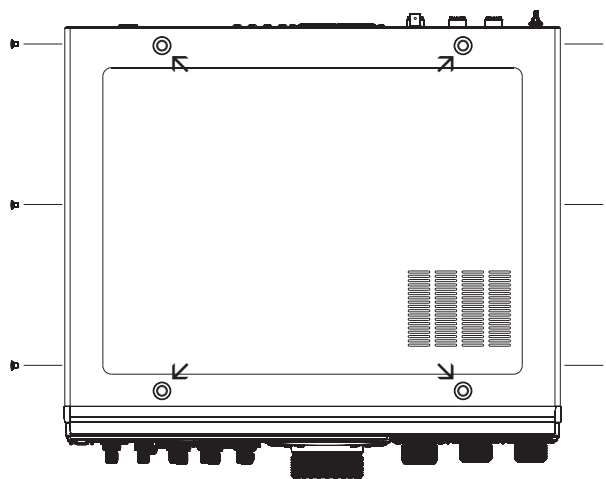

FIGURA 1
3. Tomando la Figura 1 como referencia, saque los tres tornillos de cada lado del transceptor, junto con los otros cuatro que sujetan la tapa superior, y proceda a retirar la cubierta del radio.